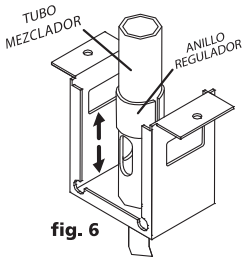

fig. 6
- a) Si en su quemador no está incorporado el tubo mezclador. Para su regulación retire las parrillas superiores, los quemadores y la cubierta; luego deslice el anillo regulador hacia arriba de modo que aumente la entrada de aire. **(fig. 6)**
Para regular use el mismo proceso anterior, cambiando sólo el sentido de movimiento del anillo regulador hacia abajo. (fig. 6 y 7)